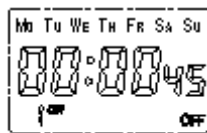

图8
4.1.2.1 完成 4.1.1 操作后，按一下“MD”进入定时参数设定状态，如图 8 所示。